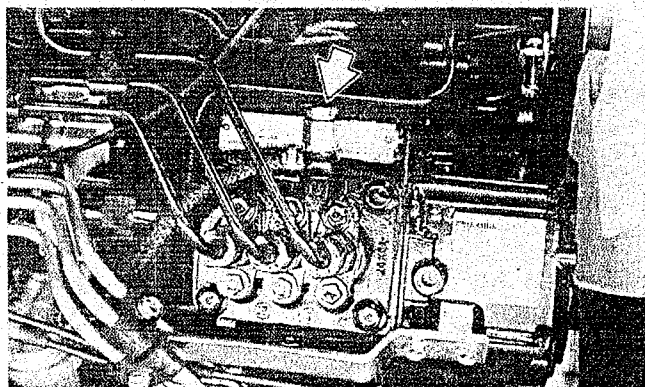

Fig.53 – Parafuso de sangramento do sistema de combustível
- 3 – Desaperte o parafuso do sangramento, fig. 53 e deixe que saiam bolhas de ar do passador (coador), depois aperte o parafuso do sangramento.